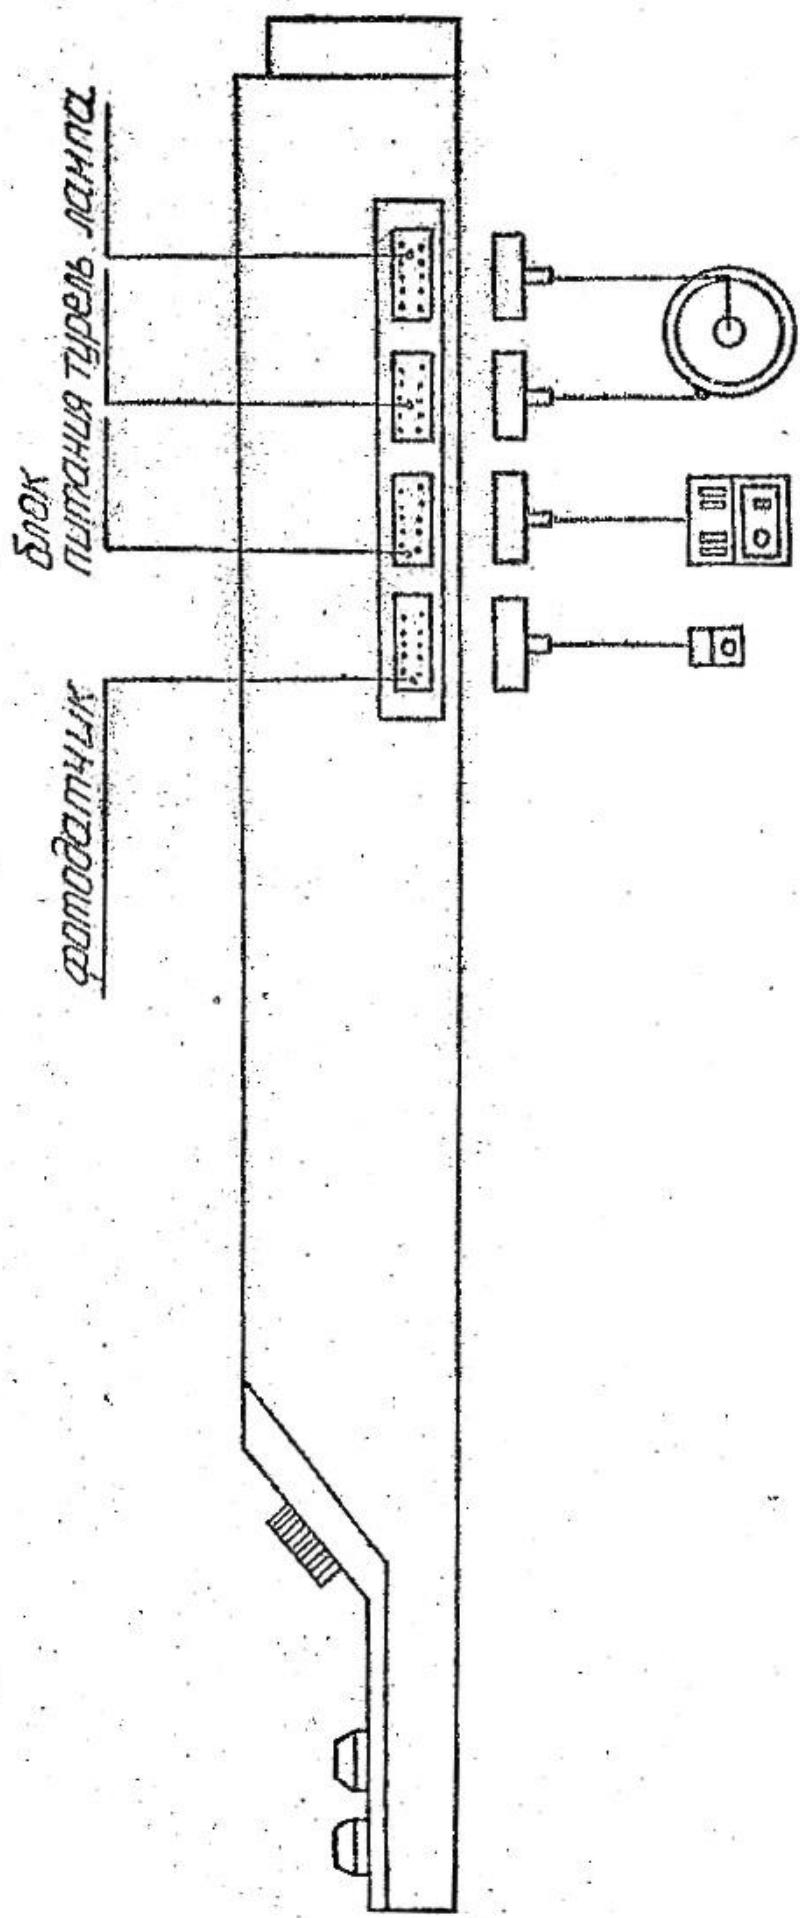

Рис. 4
6.2. Подключить фотодатчик выносной поз.2 рис.1, блок питания поз.4 рис.1, блок комбинированный поз.3 рис.1 и разъемам блока управления поз.1 рис.1 в соответствии с рис.4.